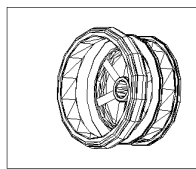

图 13-42
(14) 移动上述实体。单击  按钮或者在命令行直接输入 move。将小轮从 (-400, 0, 0) 点移动到 (0, 0, 0) 点, 结果如图 13-42 所示。